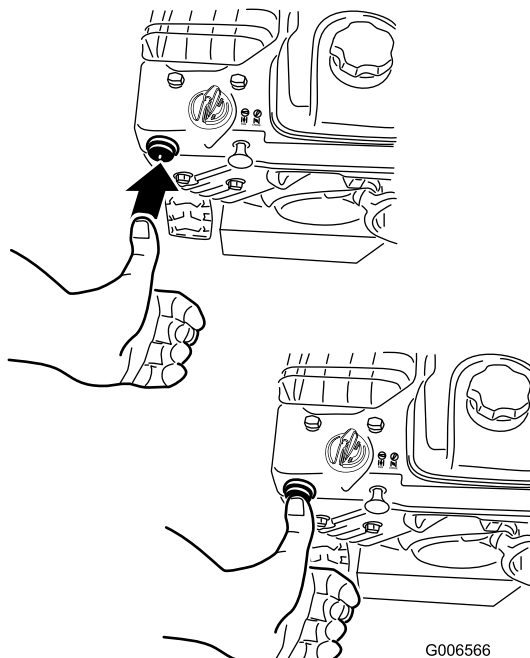

Figure 21
4. Appuyez fermement à 2 reprises sur l'amorceur avec le pouce (à partir de -9 °C [15 °F]) ou à 4 reprises (en dessous de -9 °C [15 °F]), en marquant une pause d'une seconde chaque fois (Figure 21).